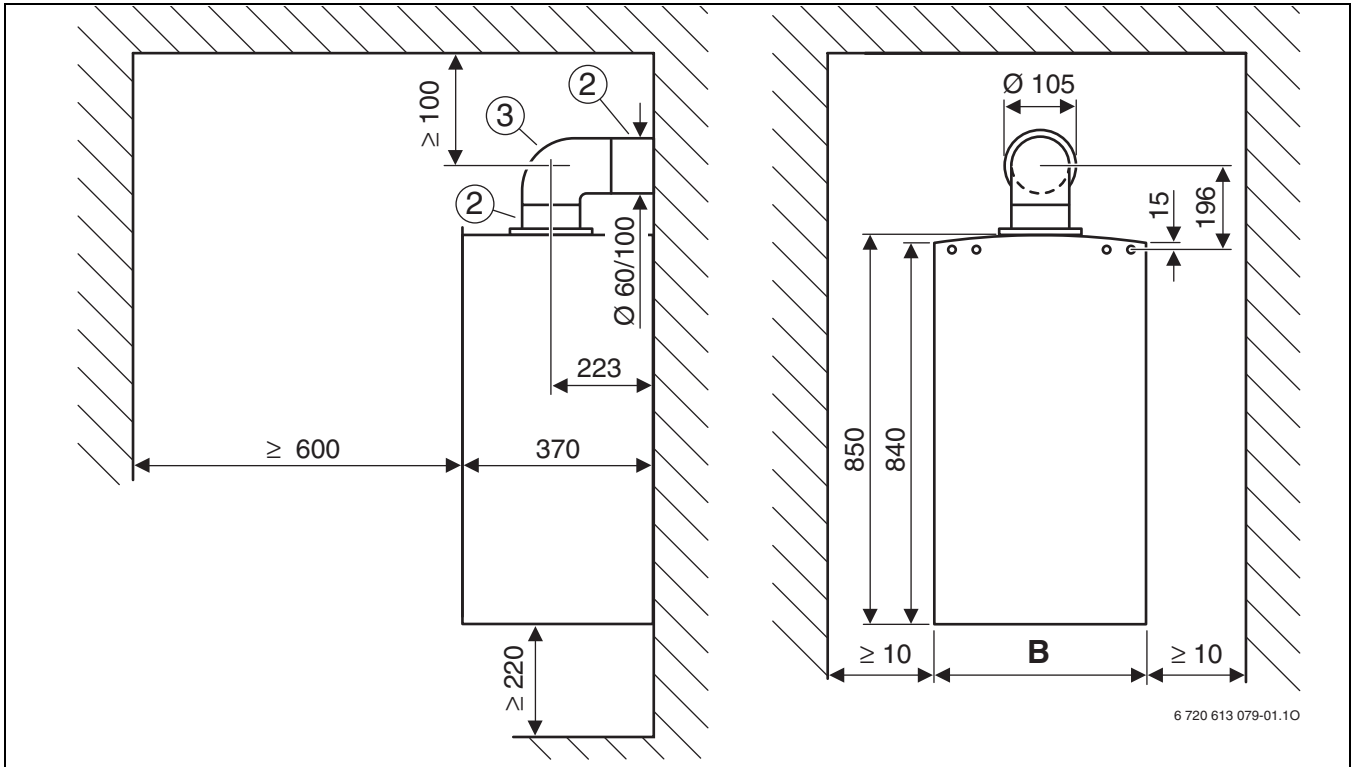

Fig. 1 Installazione aspirazione/scarico tipologia C12
**Legenda relativa alle figure 1 e 2:**